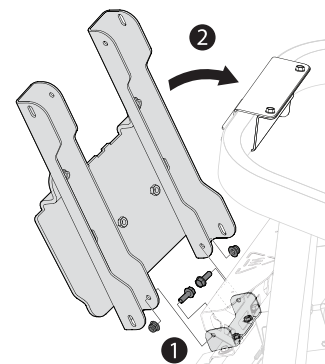

Figure 7
2. En commençant à partir de l'intérieur, fixez la plaque de montage et les montants au support inférieur avec 2 boulons (710-1238) et 2 écrous autobloquants (712-04063). Voir (1) dans la Figure 7.
3. Poussez les montants de la plaque de montage vers le châssis, alignez les fentes extérieures avec les trous des brides au bas de l'équerre précédemment installée. Voir (2) dans la Figure 7.